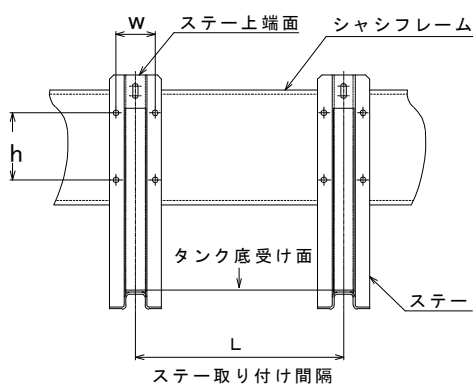

図 4
- (5)取り付け穴の横ピッチ(w)は、92～96mmです。……図4参照